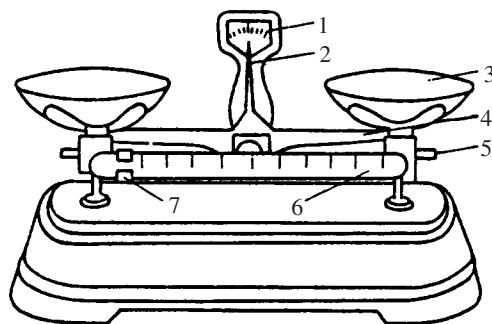

图 1-1 台秤
1. 托盘天平 托盘天平又称台秤 (图 1-1), 用于精确度要求不高的称量, 能准确称量到 0.1g。在称量前先将游码放在游码标尺刻度为零处, 并检查台秤的指针是否停在刻度中间的位置, 如不在中间, 可调节托盘下面的螺丝, 使指针停在中间即零点。称量时左盘放称量物, 右盘放砝码, 5g (有的台秤为 10g) 以上的砝码在砝码盒内, 5g 以下的砝码则